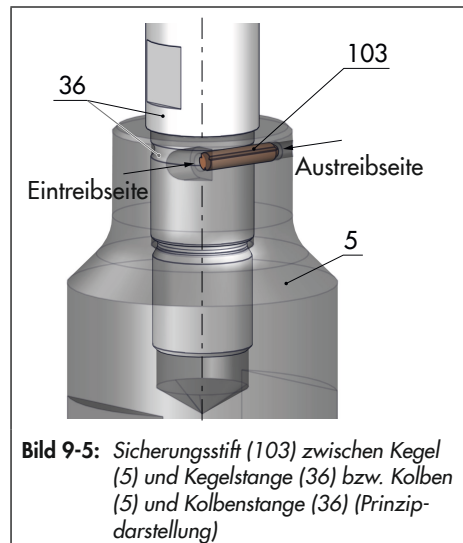

Bild 9-5: Sicherungsstift (103) zwischen Kegel (5) und Kegelstange (36) bzw. Kolben (5) und Kolbenstange (36) (Prinzipdarstellung)
Kegel und Kegelstange bzw. Kolben und Kolbenstange sind miteinander verschraubt. Um ein ungewolltes Losdrehen des Kegels von der Kegelstange bzw. des Kolbens von der Kolbenstange zu vermeiden, wird die Verbindung der beiden Bauteile mit einem tangential eingesetzten Stift zusätzlich gesichert, vgl. Bild 9-5. Zum Wechseln des Kegels bzw. Kolbens wie folgt vorgehen:
1. Kegel (5) bzw. Kolben (5) fest in einen Schraubstock einspannen.
2. Den Sicherungsstift (103) mit einem geeigneten Werkzeug (Dorn) von der Austreibseite her aus dem Kegel bzw. Kolben herausschlagen, vgl. Bild 9-5.
3. Die Kegel- bzw. Kolbenstangen (36) mit einem geeigneten Werkzeug vom Kegel bzw. Kolben (5) abschrauben.
5. Neuen Kegel bzw. Kolben (5) fest in einen Schraubstock mit Schutzbacken einspannen. Sicherstellen, dass der Kegel bzw. Kolben dabei nicht beschädigt wird.
6. Kegel- bzw. Kolbenstange (36) in den Kegel bzw. Kolben (5) einschrauben und mit einem geeigneten Werkzeug anziehen. Anzugsmoment beachten.
7. Neuen Sicherungsstift (103) von der Eintreibseite her in die Bohrung des Kegels bzw. Kolbens einsetzen und bis zum An-